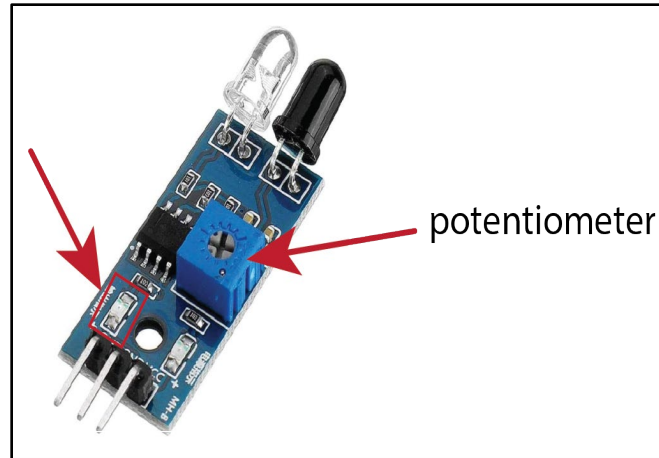

图 34: 通过来回调节电位器，调整 红外光电二极管的灵敏度，使电路板上最左侧的红色 LED 仅在 RetINaBox 软件中开启 红外 LED 灯珠阵列时才会亮起。
- d. 下一步是调整红外光电二极管的灵敏度，使其仅在红外 LED 灯珠阵列被点亮时才被激活。首先，取一把小号螺丝刀，对每一光电二极管进行以下操作：将光电二极管上的电位器 顺时针旋转，直到电路板上最左侧的红色 LED 亮起（参见图 34）。然后再将电位器 逆时针旋转约半圈，直到最左侧红色 LED 灯珠熄灭。接着，打开 RetINaBox 软件（参下文第 6 节），并将全部 9 颗 LED 灯珠打开。如果 LED 灯珠阵列连接正确：RetINaBox 顶部的 9 颗白色 LED 灯珠应该会亮起（肉眼可见）。9 颗红外 LED 灯珠也会亮起，但肉眼不可见。LED 灯珠被点亮后，应激活对应的光电二极管，并使每根光电二极管上最左侧的红色 LED 灯珠点亮。如果没有出现这种情况，则需要继续调节电位器，直到满足以下条件：只有当某光电二极管正上方的红外 LED 灯珠被点亮时，该光电二极管的左侧红 LED 灯珠才点亮（参见图 34）。如果某个光电二极管有供电，但即使打开红外 LED 灯珠也无法将其激活，通常表示其对应的红外 LED 灯珠接线错误（请参见“故障排查”部分）。